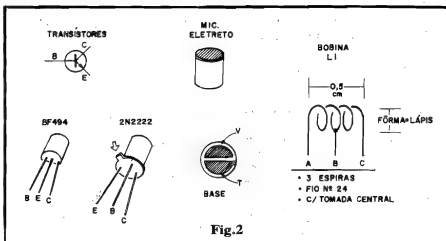

Fig.2
- FIG. 2 - OS COMPONENTES QUE MERECEM UMA PRÉ-ANÁLISE "VISUAL" - A maioria das peças que formam o circuito/montagem do STFM é constituída por componentes já mais do que conhecidos pelo Hobbyista "juramentado"... Porém, para be-
nefício dos principiantes, a fig. 2 dá importantes "dicas visuais" a respeito de algumas delas (transistores, microfone e bobina L1): inicialmente vemos o símbolo esquemático adotado para representar os transistores empregados, juntamente com as aparências do
BF494 e 2N2222, terminais perfeitamente identificados... Observem os referenciais usados nos dois componentes, para a identificação das "pemas", sendo que no BF494 levamos em conta o "lado chato", e no 2N2222 (a setinha aponta...) a pequena "orelha" lateral... Quanto ao microfone de eletreto (2 terminais), a figura mostra a aparência convencional da peça, juntamente com uma visão da sua base (parte inferior), nitidamente demarcadas as áreas estanhadas correspondentes ao terminal "vivo" (V) e de "terra" (T). É bom notar que as áreas dos terminais são pequenas, e que a soldagem dos fios de ligação à placa deverão ser feita com bastante cuidado, prevenindo "curtos", correntes de solda ou ligações imperfeitas... Finalmente, ainda na fig. 2, temos a estilização da bobina L1, que deverá ser construída pelo Leitor/Hobbysta (a "outra bobina" do circuito, micro-choque de RF de 100uH, já vem prontinha, comprada em Loja, embutida num cubinho plástico lacrado, expondo seus dois terminais, o que facilita muito as coisas...). Seguir as Instruções: